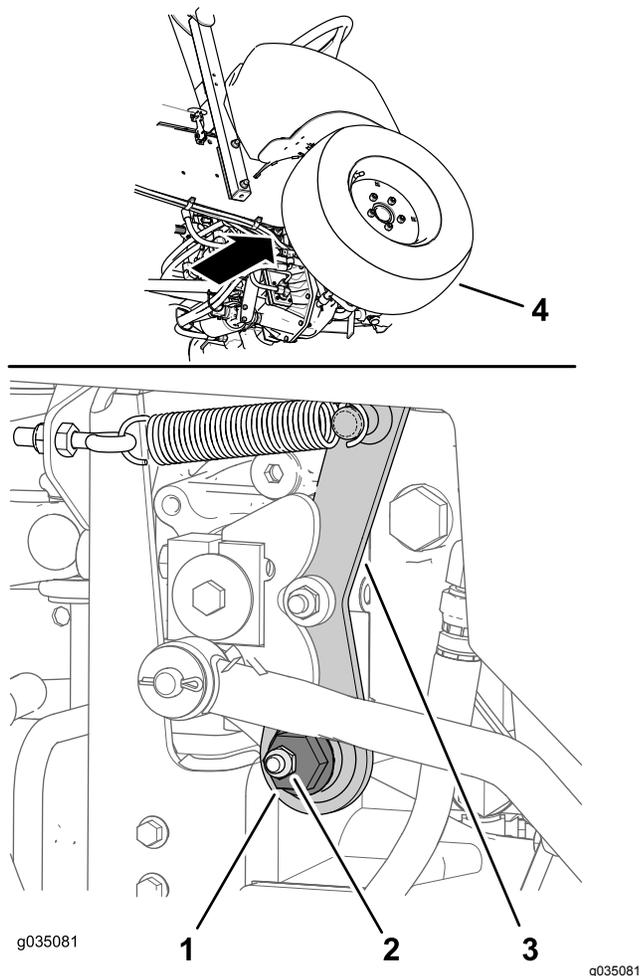

図 67
1. 油圧ポンプの右側、コントロールコンソールの下にある偏芯六角ボルトを探し出す 図 67。
2. 偏芯六角ボルトを回せる程度にリテーナナットをゆるめる 図 67。
4. 偏芯六角ボルトを右方向に回して車輪が前進回転を始める位置を捜す。次に、左方向に回して車輪が後進回転を始める位置を捜す 図 67。